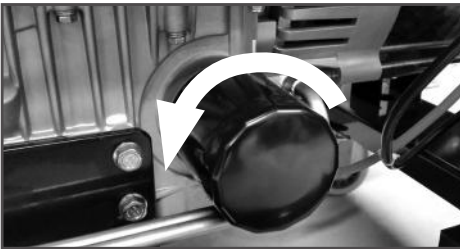

Рис. 15 Замена масляного фильтра
- Во избежание пролива масла подставьте под масляный фильтр подготовленную для этого емкость, либо подложите кусок ветоши, после чего с помощью съемника открутите масляный фильтр (Рис. 15).